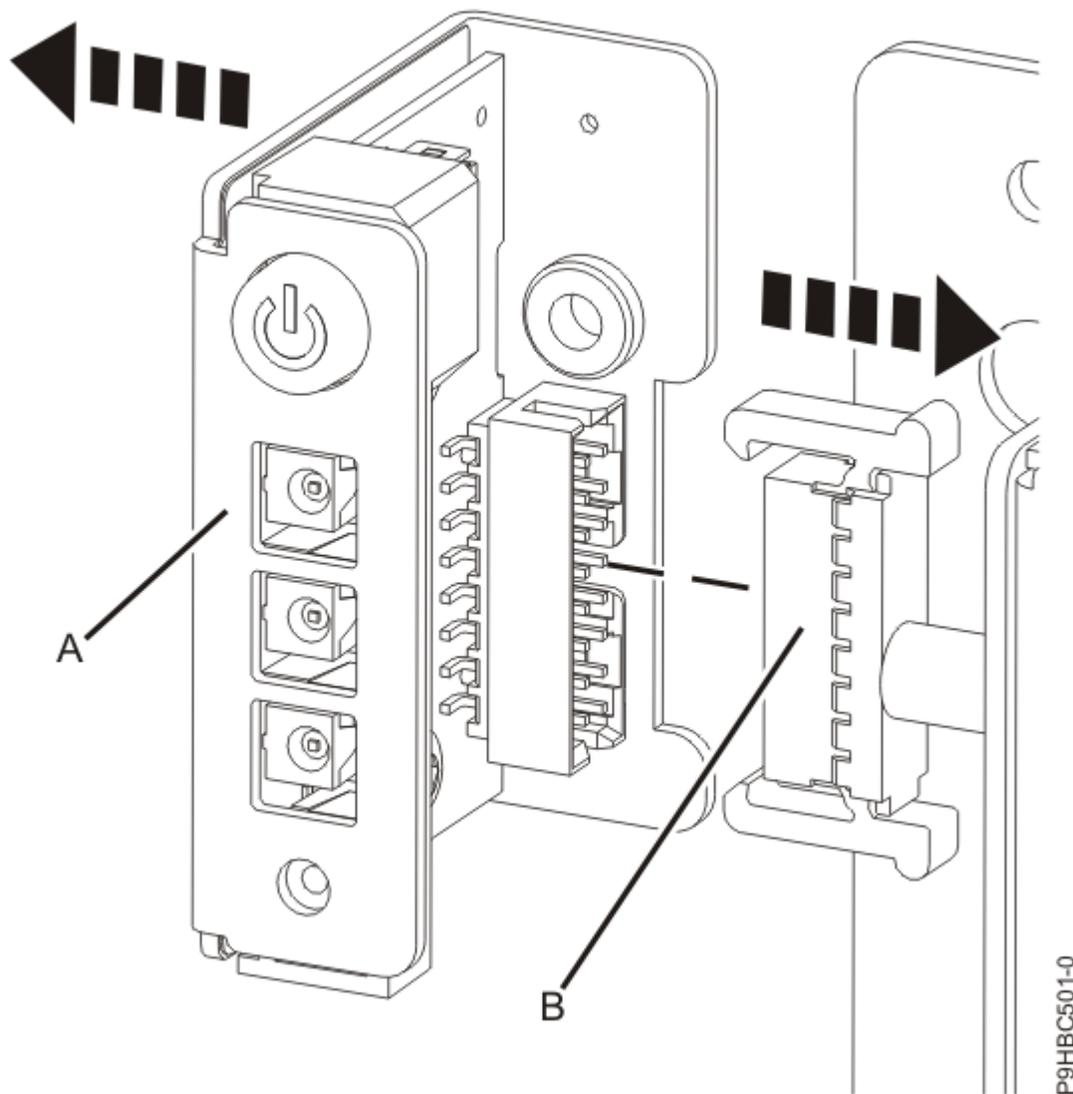

Figura 10. Desligar o painel de controlo do cabo
3. Desligue o painel de controlo **(A)** do cabo **(B)** conforme apresentado em Figura 10 na página 12.